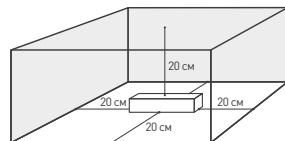

Рис. 4.
4.3. Для естественной вентиляции обеспечить свободное пространство вокруг источника питания не менее 20 см, как изображено на рис. 4. При невозможности обеспечить свободное пространство используйте принудительную вентиляцию. В случае установки в ограниченном пространстве (например, в лайтбокс или профиль) предусмотрите обеспечение требуемого температурного режима источника питания согласно рис. 5.